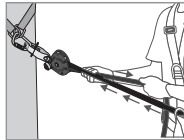
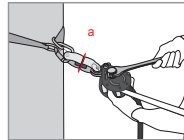

Fig 3
Fig 4
Após a instalação da linha de vida, a tensão deve ser pré-regulada, puxando manualmente a corda (lado do nó de extremidade — Fig. 3). Automaticamente, o came (8) e a alavanca do came (4) devem entrar em contacto com as cordas. Baixe a alavanca do came (4) e, com recurso a uma chave adaptada, aplique tensão sobre o eixo de regulação da tensão (1) até que a anilha do indicador de tensão (a) colocada no indicador de tensão (2) rode facilmente (Fig. 4). Se rodar facilmente, **NÃO APERTE MAIS!** Tal corresponderá a uma pré-tensão da linha de cerca de 1 kN. Durante a utilização, verifique regularmente a tensão (rotação da anilha do indicador de tensão) e ajuste conforme necessário, de acordo com as instruções abaixo.